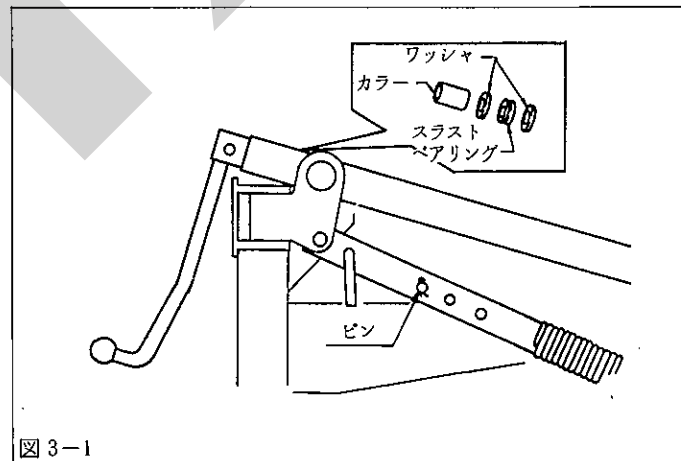

図3-1
- (4) リフトユニット(スクリュー)を取付けた時は必ずサスペンションにピンを取付けてください。(図3-1)